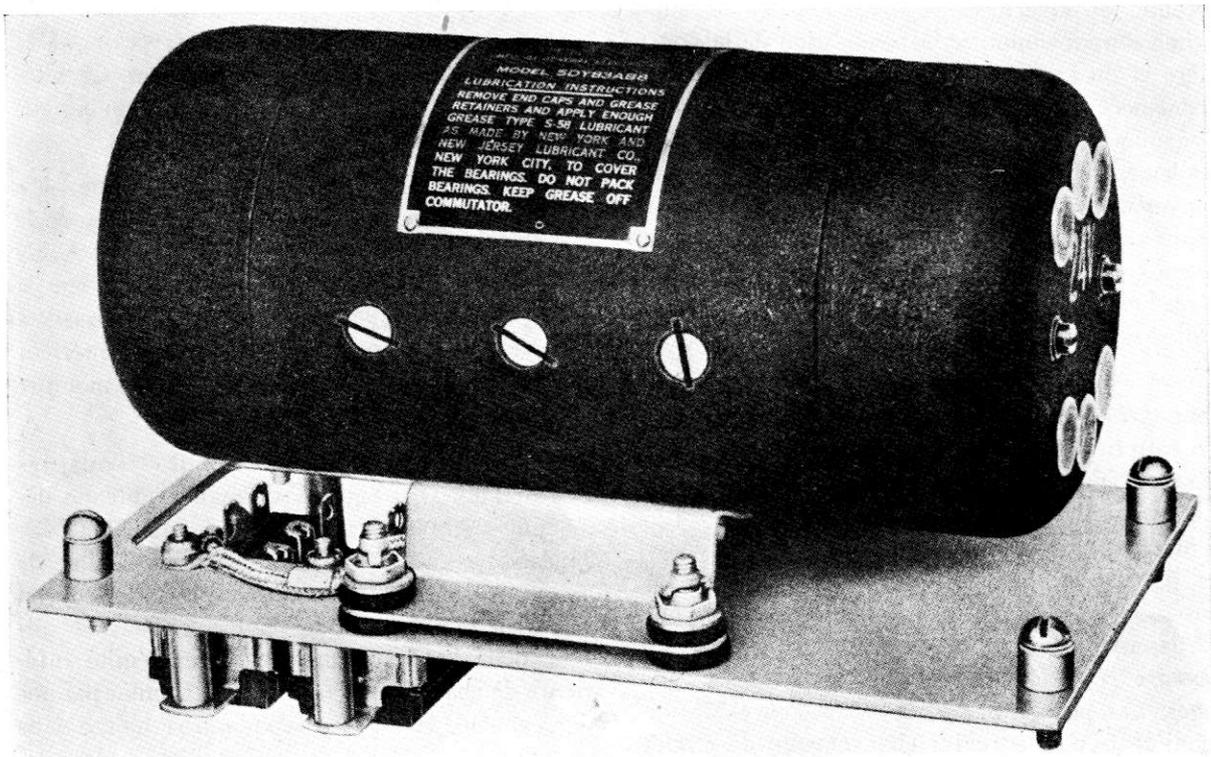

FIGURE 27a.—Convertisseur DM-35-(*), ou convertisseur DM-37-(*)
b. Convertisseurs DM-35-(), et DM-37-(*).*—Chacun de ces convertisseurs fournit environ 625 volts aux émetteurs. L'apparence extérieure des deux convertisseurs est identique. Ils sont visibles sur les *figures 27a* et *27b*. Les convertisseurs sont complètement blindés, sauf les ouvertures de ventilation munies de filtres disposées aux deux extrémités. Dans les convertisseurs de construction